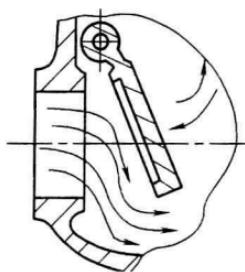

图 1-4 旋启形
4) 旋启形：关闭件围绕阀座外的轴线旋转，如图 1-4 所示。